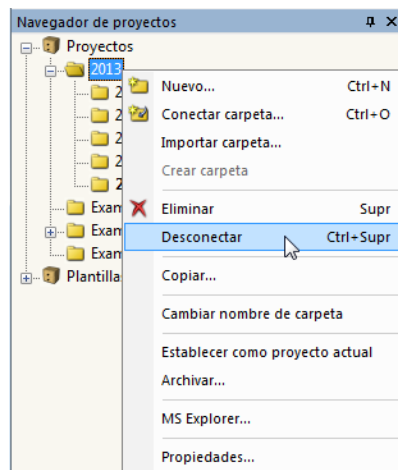
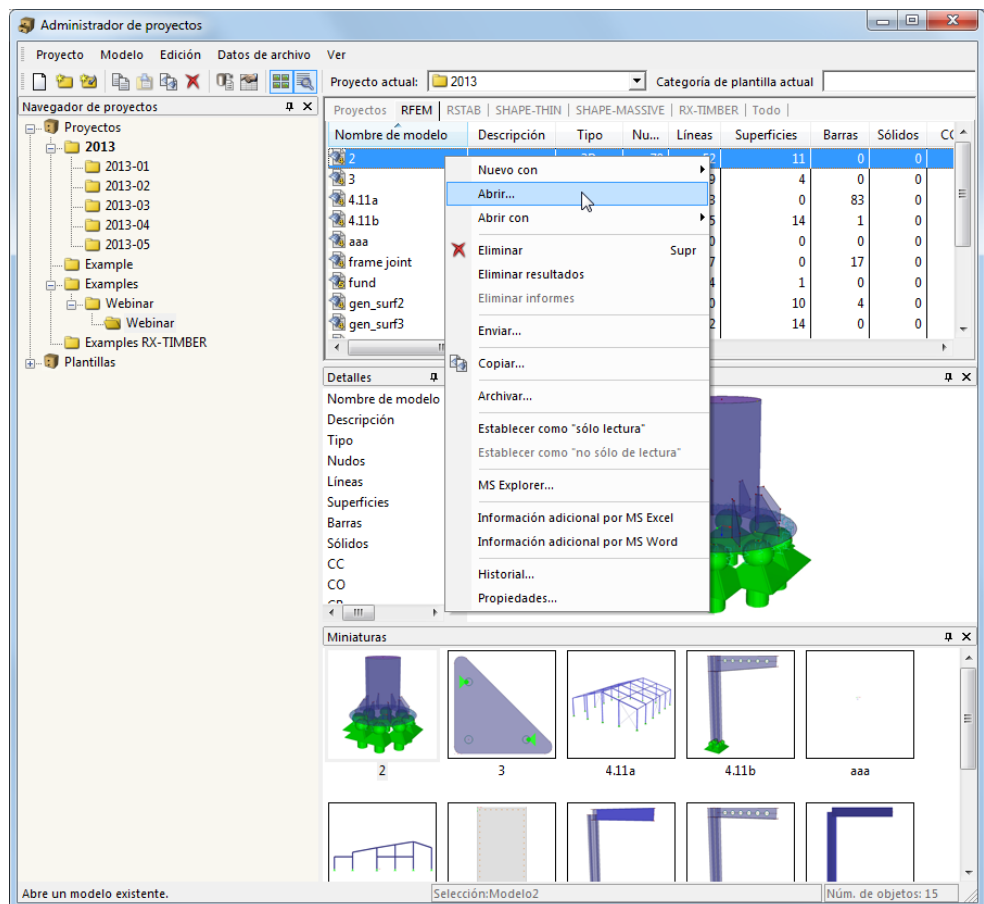

Figura 12.7: Menú contextual de un proyecto
Figura 12.12: Menú contextual del *Modelo*
- utilice la entrada **Copiar** en el menú contextual del proyecto en el navegador (ver Figura 12.7).
- use la entrada **Propiedades** en el menú contextual del proyecto en el navegador (ver Figura 12.7).
- use la entrada **Propiedades** en el menú contextual del modelo en el navegador (ver Figura 12.12).
- use la entrada **Eliminar** en el menú contextual del modelo (ver Figura 12.12).
- use la entrada **Historial** en el menú contextual del modelo (ver Figura 12.12).
- use el menú contextual del proyecto (ver Figura 12.7) o modelo (ver Figura 12.12).